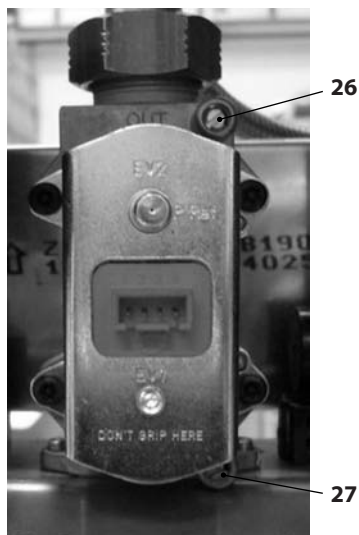

Figura 7.1
A caldaia spenta (fuori servizio), controllare la pressione di alimentazione utilizzando la presa 27 in Figura 7.1 e confrontare il valore letto con quelli riportati nella tabella Pressioni di alimentazione gas nella sezione "Dati tecnici M290.24BM/..." a pag. 24 e "Dati tecnici M290.28BM/..." a pag. 26).
- Richiudere bene la presa di pressione 27 in Figura 7.1.
- Aprire la presa di pressione 26 in Figura 7.1 e collegare un manometro.